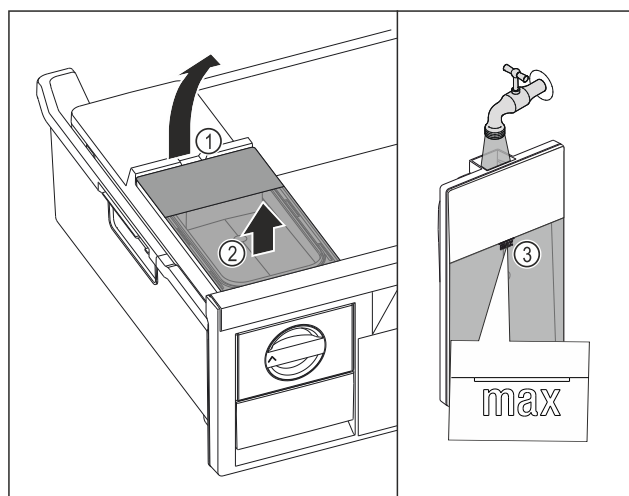

Fig. 103
- ▶ Zbiornik wody unieść za wycięcia Fig. 103 (1).
- ▶ Wyjąć zbiornik wody do góry. Fig. 103 (2)
- ▶ Zbiornik wody napełnić wodą pitną aż do oznaczenia Fig. 103 (3).